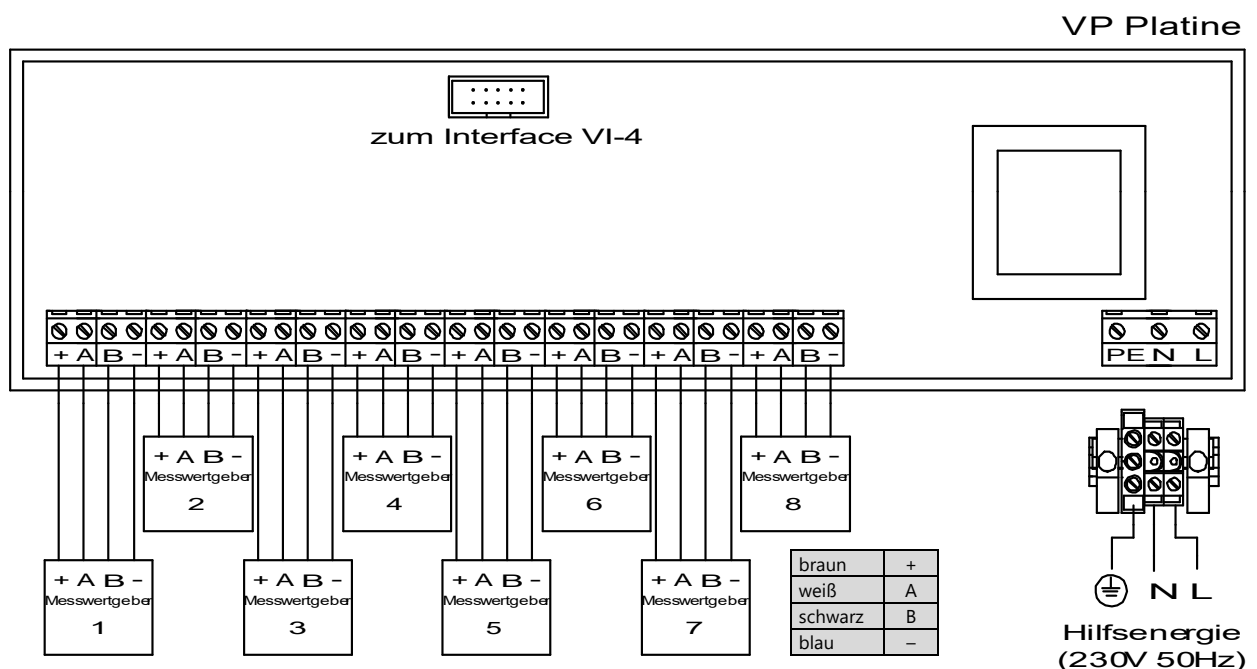

Abbildung 4: Anschluss Drucksensor VPS-L an VP Platine im VISY-Command
- (2) Gehäusedeckel des VISY-Command öffnen
- (3) Die freien Adern des FAFNIR-Anschlusskabels durch eine freie Kabeldurchführung im VISY-Command stecken
- (4) Die freien Adern (braun, weiß, schwarz, blau) des FAFNIR-Anschlusskabels mit den Schraubklemmen (+ A B -) der Anschlussleiste des Messumformers VP entsprechend des Anschlussplans verbinden (siehe Abbildung 4).
An jeden einzelnen Messwertgeber-Anschluss können bis zu drei unterschiedliche FAFNIR-Sonden angeschlossen werden (z. B. ein VISY-Stick, ein VPS-L und ein VISY-Stick Sump Manhole, siehe Abbildung 4)